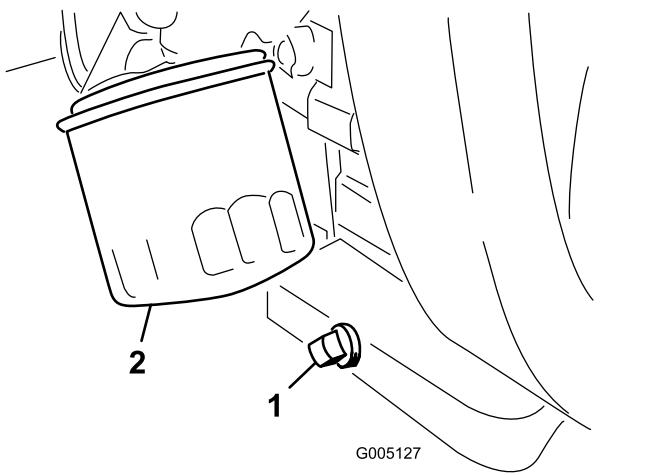

Figura 31
1. Togliete il tappo di spurgo (Figura 31) e lasciate defluire l'olio in una bacinella.
2. Pulite i filetti del tappo di spurgo, applicate sigillante PTFE e montate il tappo di spurgo (Figura 31).
3. Togliete il filtro dell'olio (Figura 31).